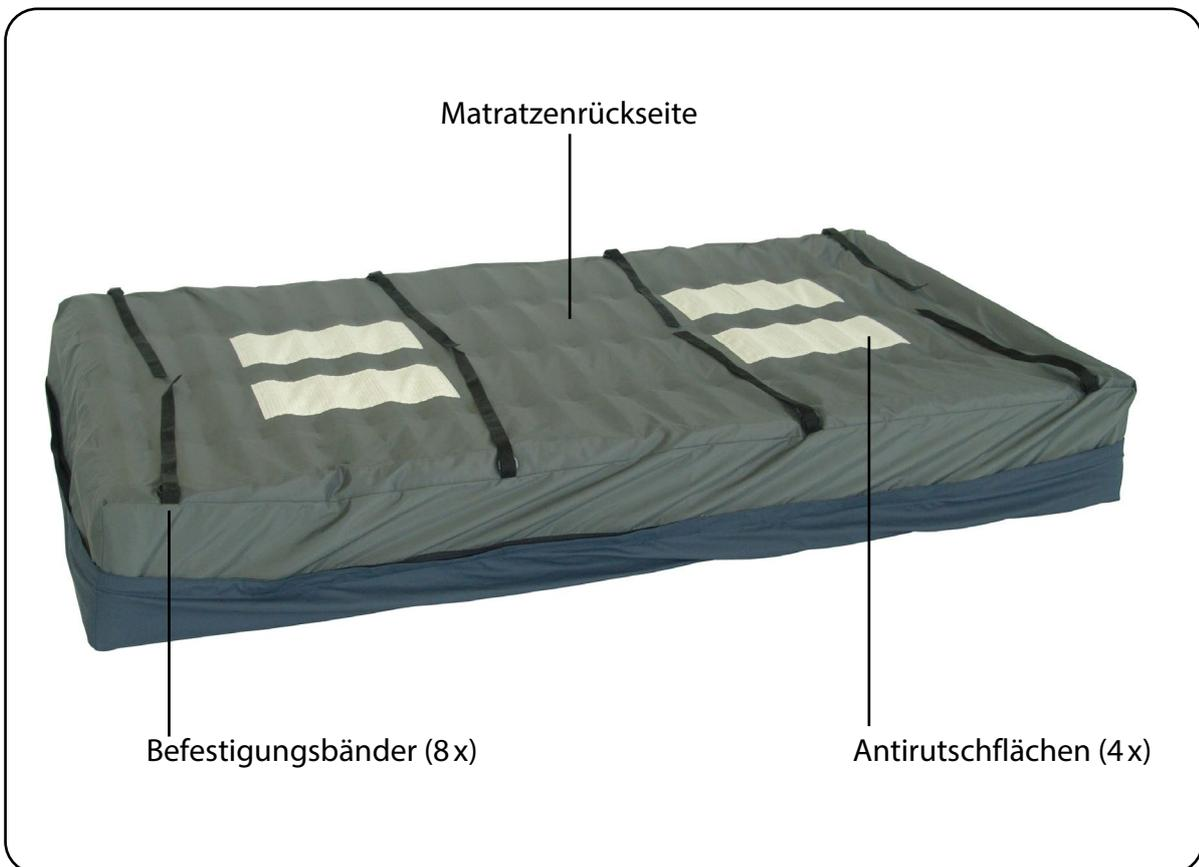

Abb. 5.04 - Wechseldruckmatratze Unterseite
6. Befestigen Sie die Wechsellagermatratze, indem Sie die acht Befestigungsbänder an der Unterseite der Wechsellagermatratze (Abb. 5.04) um die bewegliche Liegefläche legen und festziehen. Das Fixieren der Wechsellagermatratze ist nötig, um ein Verrutschen zu verhindern. Achten Sie darauf, dass die Befestigungsbänder nicht am Bettaußenrahmen befestigt sind. Bei Betten mit verstellbarer Liegefläche müssen sich alle Bewegungsfunktionen des Bettes ausführen lassen, ohne die Wechsellagermatratze zu beschädigen. Die Versorgungsschläuche der Wechsellagermatratze müssen so platziert werden, dass sie nicht geknickt, gequetscht oder verdreht werden.